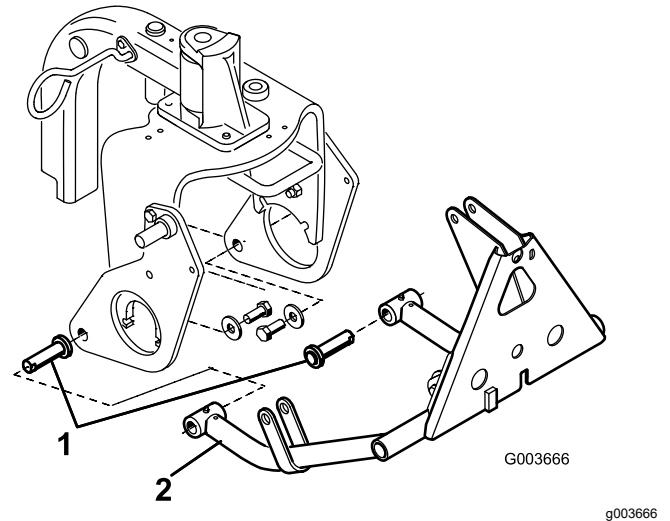

图 13
- 如 图 13 所示将油缸销插入各推动臂管。
- 将推动臂管插入到左、右犁板上将油缸销导向架与犁板中的孔对齐 图 13。
- 如 图 13 所示用螺栓 5/8 x 1-1/2 英寸和垫圈外径 1.68 英寸 x 内径 0.65 英寸将油缸销分别安装到犁板上。